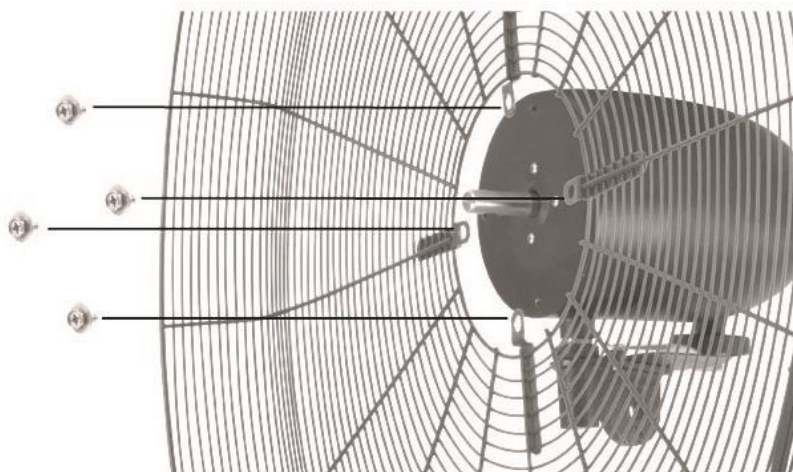
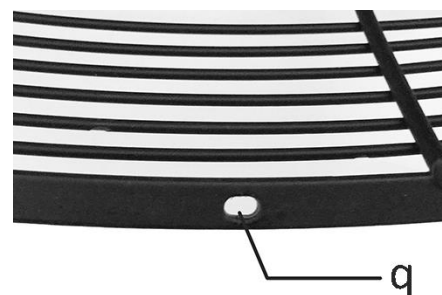

Abb. 11
Abb. 12
3. Zum Befestigen des hinteren Ventilatorgitters am Motor die Bohrlöcher des Gitters mit der Vorderseite des Motors fluchten lassen. Die vier Schrauben wieder festziehen. (Abb.11) Darauf achten, dass die Bohrung (q) am hinteren Gitter unten ist. (Abb. 12)